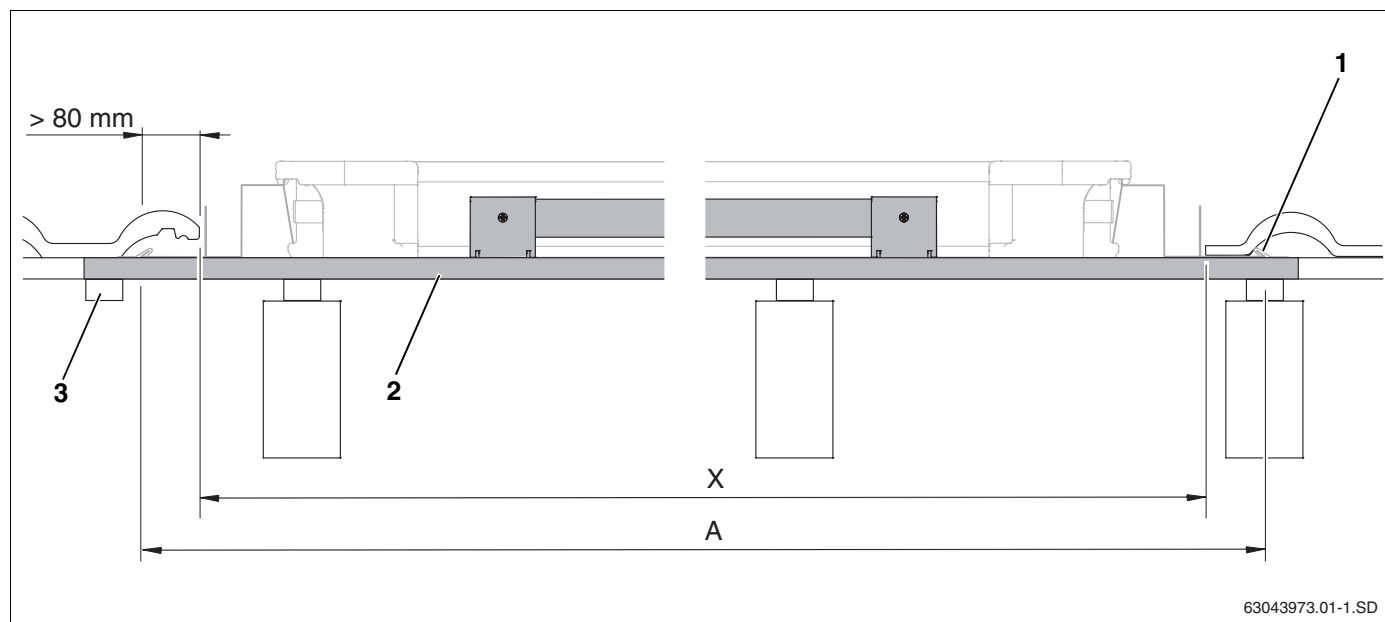
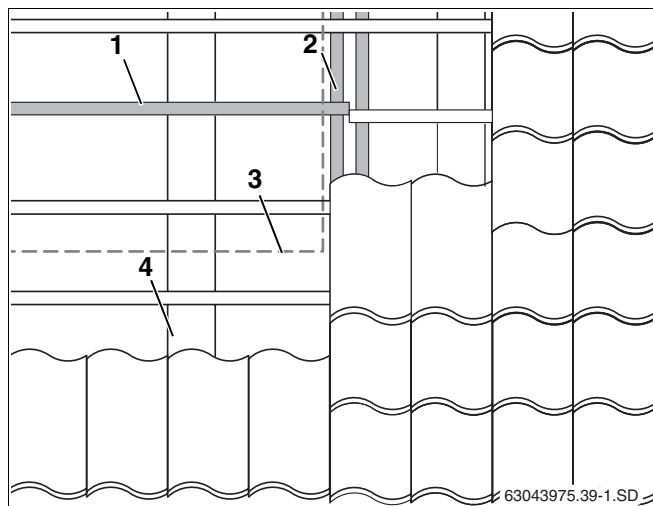

Fig. 9 Longueur des lattes supplémentaires (ici: première latte en bas avec dispositif anti-glisement)
Fig. 13 Déplacer les lattes à proximité du champ de capteurs
La longueur minimum des lattes supplémentaires (fig. 9, **pos. 2**) correspond à la largeur du champ de capteurs (tabl. 5, page 14, dimension A) plus env. 10 cm pour les fixations latérales (fig. 9, **pos. 1**).
- Fixez les bords des lattes sur les chevrons ou reliez-les de manière suffisante par ex. en les bloquant avec des lattes existantes (fig. 9, **pos. 3** et fig. 13, **pos. 2**).
Si une latte supplémentaire (fig. 13, **pos. 1**) doit être montée à proximité d'une latte existante, il est nécessaire de déplacer cette dernière à proximité du champ de capteurs (fig. 13, **pos. 3**) et de la fixer suffisamment (fig. 13, **pos. 2**).